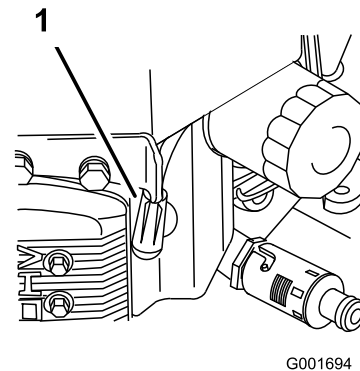

Figura 33
- Desconecte los cables de las bujías (Figura 33).